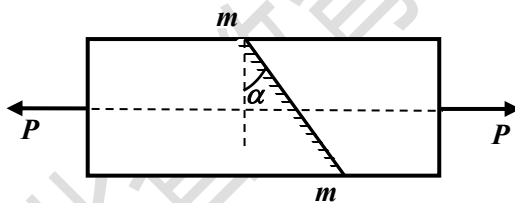

图 1
3、如图 1 所示直杆, 横截面面积为 $A=100\text{mm}^2$, 载荷 $P=10\text{kN}$, 则 $\alpha=60^\circ$ 斜截面上的正应力和切应力分别为_____。